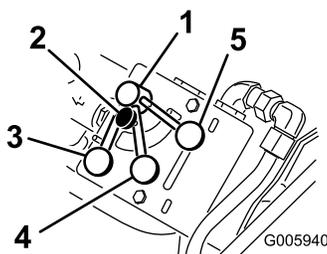

Figura 10
Gli elementi idraulici della motrice (cioè trasmissione, bracci caricatori e inclinazione dell'attrezzo) sono alimentati da un circuito idraulico distinto dall'alimentazione idraulica ausiliaria per gli attrezzi; tuttavia, i due sistemi condividono le stesse pompe idrauliche. Utilizzando il controllo del divisore di flusso (Figura 10) potete variare la velocità dell'alimentazione idraulica della motrice, deviando il flusso idraulico al circuito idraulico ausiliario. Il divisore di flusso permette di dividere il flusso di fluido come opportuno per fare rallentare la motrice. Di conseguenza, con più flusso idraulico devierete all'alimentazione idraulica ausiliaria, con più rallenteranno gli elementi idraulici della motrice.
**Nota:** Il controllo del divisore di flusso può essere fissato girando in senso orario la manopola del controllo fin quando non viene a contatto con il quadrante (Figura 10).